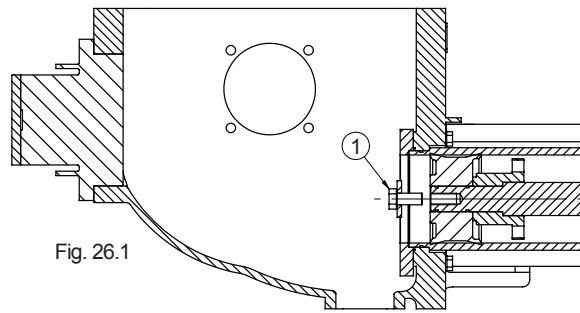
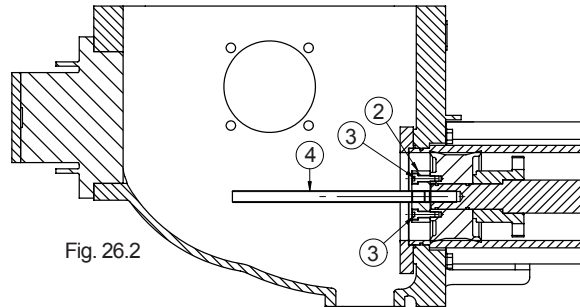
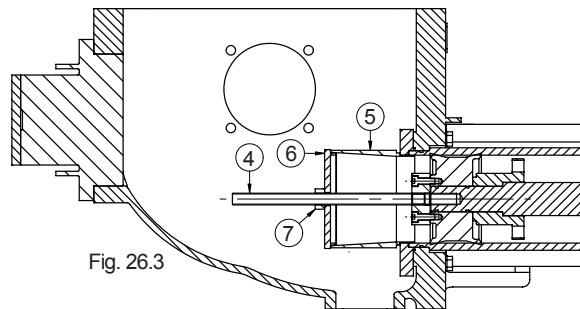

Fig. 26.1
Fig. 26.2
Fig. 26.3
- Desenrosque el tornillo de cabeza (fig. 26.1, ref. 1), ponga el extractor (fig. 26.2, ref. 2) en el pistón y enrosque los dos tornillos (fig. 26.2, ref. 3).
- Enrosque el tirante (fig. 26.2, ref. 4) en el extractor hasta el tope, coloque el casquillo de centrado (fig. 26.3, ref. 5) en la placa antidesgaste, ponga el tapón (fig. 26.3, ref. 6) y empiece a enroscar la tuerca (fig. 26.3, ref. 7); enroscando la tuerca, se extrae el pistón (fig. 26.4, ref. 8) del cilindro.